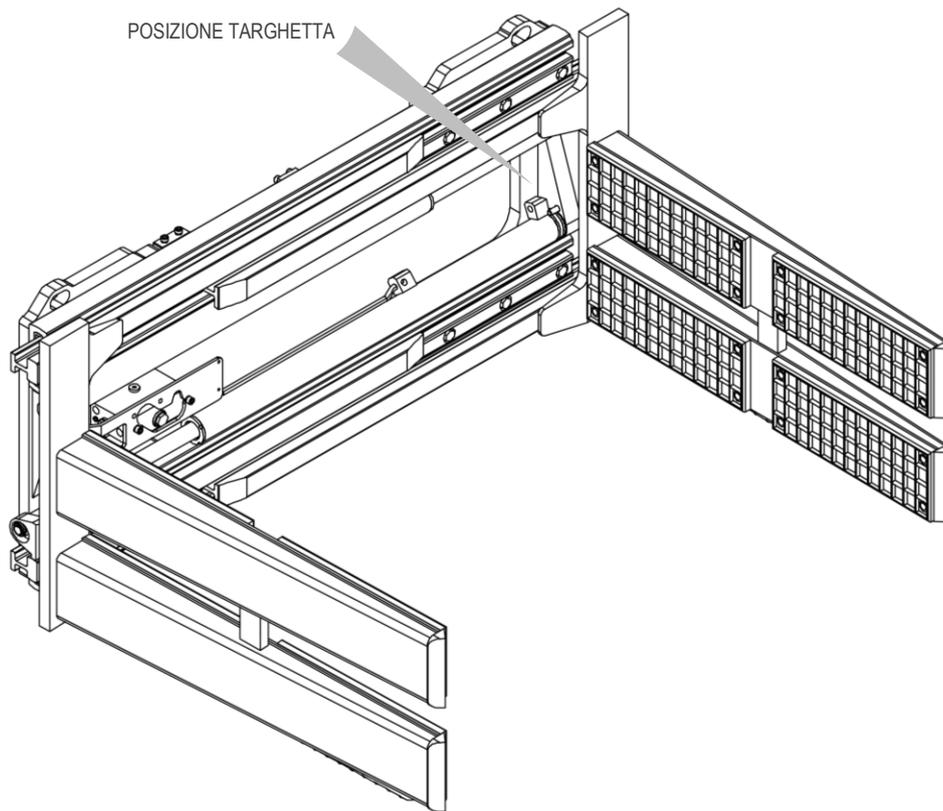

Figura 1
Tutte le attrezzature A.T.I.B. – “PINZA CON GANASCE GOMMATE TIPO 474.137 / PINZA PER BLOCCHI CON GANASCE AUTOEQUILIBRANTI TIPO 474.141” vengono identificate mediante targhetta adesiva (vedi *Tabella 1*) posizionata sull’attrezzatura (vedi *Figura 1*), fare sempre riferimento al numero di matricola.
5. Per la movimentazione devono essere utilizzate cinghie o catene opportunamente dimensionate rispetto al peso dell'attrezzatura indicato in targhetta (vedi *Figura 1* e *Tabella 1* a pag.6).
9. Collegare il circuito idraulico, assicurandosi che la pressione di esercizio delle tubazioni sia superiore o uguale a quella indicata sulla targhetta di identificazione (vedi *Figura 1* e la *Tabella 1* a pag.6).
6. Per la movimentazione devono essere utilizzate cinghie o catene opportunamente dimensionate rispetto al peso dell'attrezzatura indicato in targhetta (vedi Figura 1 e la Tabella 1 a pag.6).